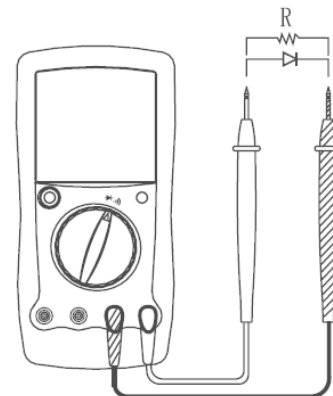

Рис. 7
- Тестовые щупы могут вносить дополнительное сопротивление 0,1 ~ 0,2 Ом. Для получения точных показаний при измерении низкоомных сопротивлений в диапазоне 200 Ω замкните накоротко щупы перед измерением и запишите полученное значение (назовем его X). (X) это дополнительное сопротивление от тестовых щупов. Полученную величину вычитайте из показаний для компенсации погрешности.
E. Проверка диодов (см. рис. 7)
F. Проверка непрерывности цепи (см. рис. 7)**⚠ Предупреждение**